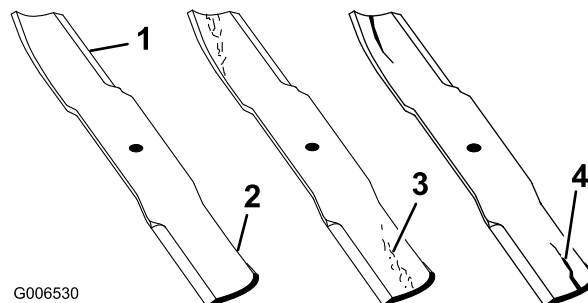

Figura 89
1. Controllate i taglienti (Figura 89). Se i taglienti non sono affilati o mostrano delle tacche, togliete le lame e affilatele. Vedere Affilatura delle lame.
2. Controllate le lame, in particolare l'area curva (Figura 89). In caso di danni, usura o scanalature nell'area (Figura 89), montate immediatamente una nuova lama.